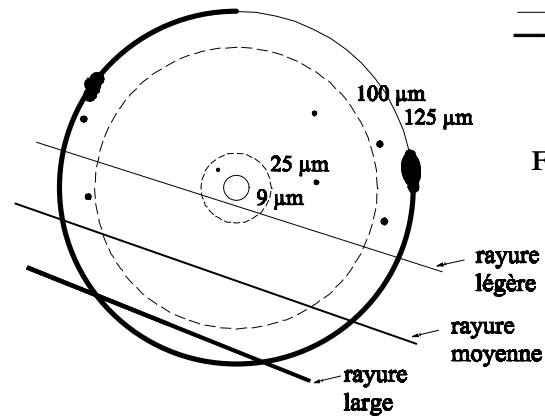

Figure 1
- Critère standard (fig. 1) : Produits couramment livrés et convenant à la plupart des applications. Livrés avec rapport d'essai à 1550nm